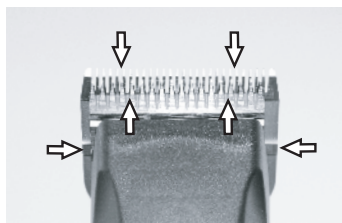

Abb. 24
Für ein gutes Scherergebnis und zur Erhöhung der Lebensdauer der Schermaschine und des Scherkopfes ist eine dünne Ölschicht zwischen dem Ober- und Untermesser unumgänglich (Abb. 24).
- Schermesser während der Schur ausreichend ölen (mindestens alle 15 Minuten), damit sie nicht trocken laufen (Abb. 24).
Die Messer müssen vor, während und nach jedem Gebrauch geölt werden. Wenn die Messer der Schermaschine Streifen hinterlassen, ist dies ein sicheres Zeichen, dass Sie Öl benötigen. Einige Tropfen Öl vorne und seitlich auf die Schermesser auftragen (siehe Pfeile Abb. 24). Überschüssiges Öl mit einem weichen, trockenen Tuch abwischen. Schmier sprays enthalten nicht genug Öl für eine gute Schmierung, eignen sich jedoch zur Kühlung der Schermesser. Beschädigte oder gekerbte Messer sofort auswechseln um Verletzungen zu verhindern.